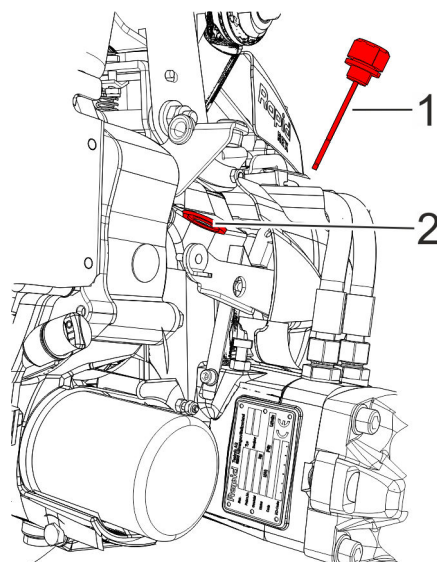

Abb. 53: Hydrauliköl kontrollieren
2. ➤ Einfüllschraube mit integriertem Ölmesstab (Abb. 53/1) lösen und herausnehmen.
3. ➤ Ölstand am Ölmesstab (Abb. 53/1) überprüfen. Der Ölstand muss zwischen den Markierungen am Ölmesstab liegen.
4. ➤ Einfüllschraube mit integriertem Ölmesstab (Abb. 53/1) festdrehen.
1. ➤ Bei niedrigem Ölstand Einfüllschraube mit integriertem Ölmesstab (Abb. 53/1) lösen und vorgeschriebenes Hydrauliköl durch die Einfüllöffnung (Abb. 53/2) nachfüllen. Der Ölstand muss zwischen den Markierungen am Ölmesstab liegen.
2. ➤ Einfüllschraube mit integriertem Ölmesstab (Abb. 53/1) festdrehen.